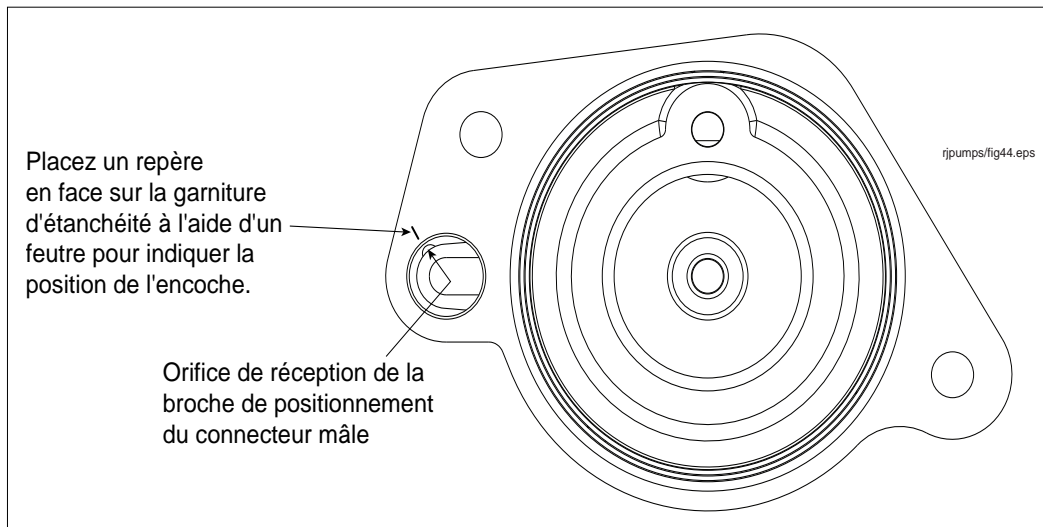

Figure 53. Encoche du connecteur mâle à la base de l'emplacement
6. Placez un repère en face sur la garniture d'étanchéité à l'aide d'un feutre pour indiquer la position de l'encoche (voir la Figure 53).
11. La broche de positionnement à l'arrière du connecteur mâle doit entrer dans l'encoche à la base de l'emplacement du connecteur mâle (voir la Figure 53) pour que le connecteur soit orienté correctement par rapport au connecteur femelle.